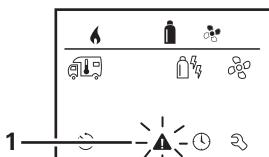

Figure 34
Dans ce cas, la panne dans la pièce de commande Truma CP plus VarioHeat n'est pas acquittée et le symbole d'avertissement (figure 34 - 1) reste. L'appareil reste en état de panne. D'autres appareils raccordés peuvent être utilisés.
- Avec le bouton rotatif/poussoir, sélectionner le symbole d'avertissement (figure 34 - 1).